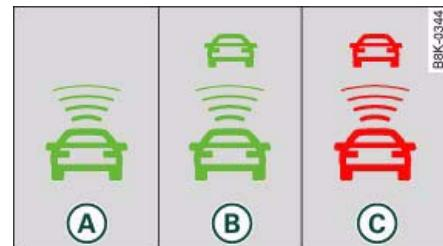

Fig. 116 Cuadro de instrumentos: Testigo
- **(A) Vía libre:** El testigo de control verde **(A)** **⇒ fig. 116** luce si el adaptive cruise control está activado y no se detecta ningún vehículo que circule por delante. La velocidad programada se mantiene constante.
- **(B) Marcha de seguimiento:** El testigo de control verde **(B)** luce si se ha detectado un vehículo que circula por delante. La velocidad se regula en función del vehículo que circula delante. El sistema adaptive cruise control acelera y frena por sí solo.
- **(C) Solicitud de intervención del conductor:** El testigo de control rojo **(C)** parpadea dando a entender que se solicita la **intervención del conductor**. Usted, en su calidad de conductor, deberá frenar el vehículo pisando el pedal del freno. Este testigo de control se visualiza siempre que la capacidad de deceleración del adaptive cruise control no baste para mantener una distancia de seguridad suficiente con respecto al vehículo que circula por delante. Aparte de ello, suena una señal acústica de advertencia (avisador) durante el primer parpadeo. Más información sobre la solicitud de intervención del conductor **⇒ página 114**.